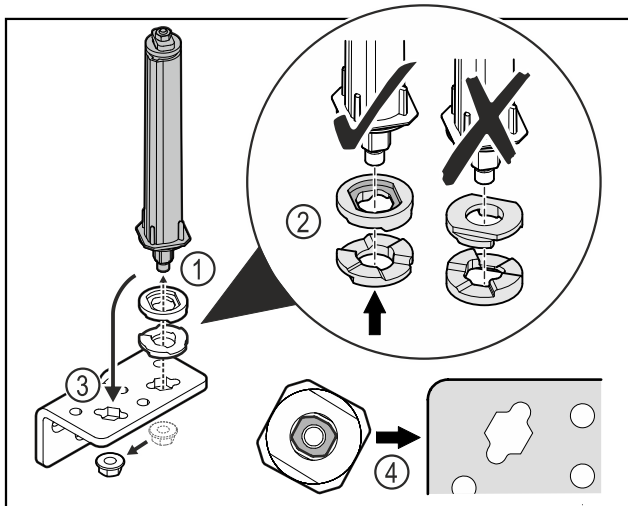

Fig. 47
- ▶ Uvoľnite maticu a odstráňte systém zatvárania dverí Fig. 47 (1).
- ▶ Dbajte na správne vyrovnanie podložiek na výškové prestavenie Fig. 47 (2).
- ▶ Premiestnite systém zatvárania dverí v uholníku závesu a zafixujte ho maticou Fig. 47 (3).
- ▶ Dbajte pri nasadzovaní na správne vyrovnanie systému zatvárania dverí Fig. 47 (4).